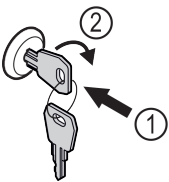

Fig. 151
- ▶ Uvucite ključ Fig. 151 (1).
- ▶ Okrenite ključ za 90° nadesno Fig. 151 (2).